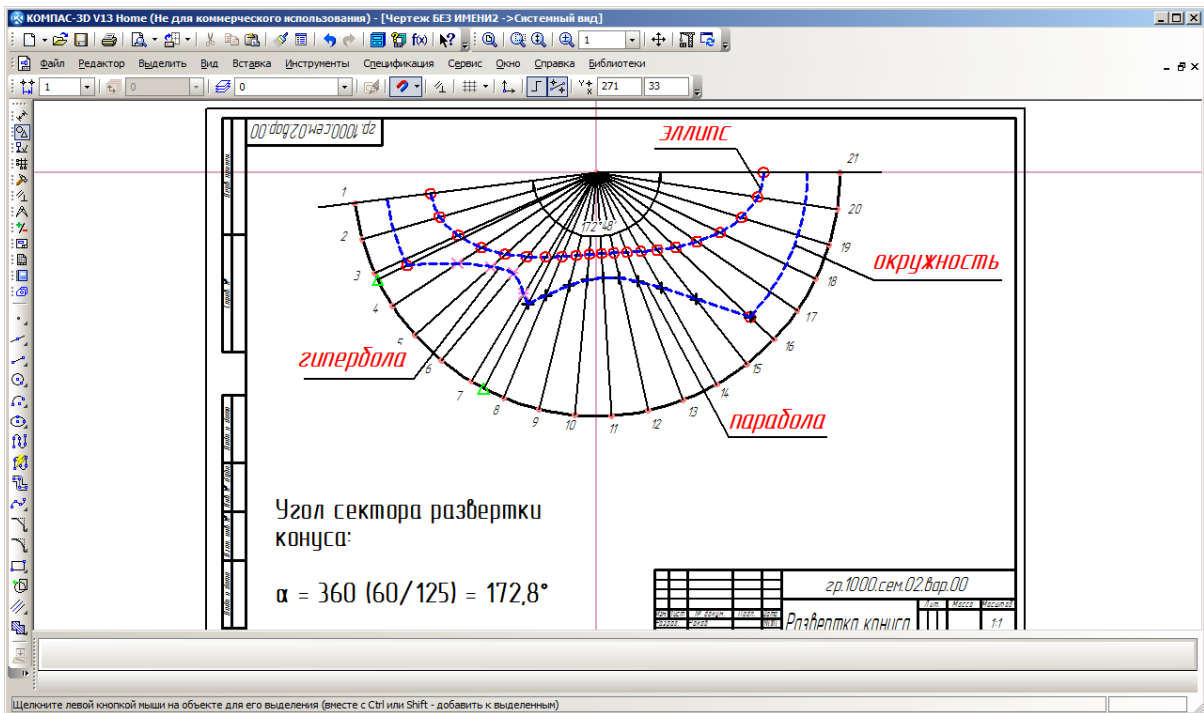

Рис. 9. Чертеж развертки конуса
Результат построения развертки конуса с линиями касания с поверхностью призмы показан на рис. 9. Сохранить файл рис. 9.
- ➔ файл рис. 9.